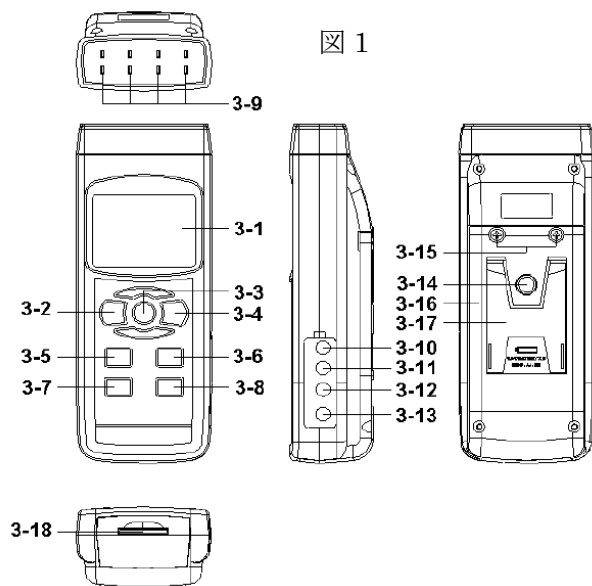

図 1
1) 電源を入れる場合は電源ボタンを押します (P3 図 1, 3-2 参照)
3) K タイプ熱電対を T1~T4 いずれかのインプットソケットに挿入してください。(P3 図 1, 3-9 参照)
全ての熱電対タイプの操作方法は K タイプ熱電対と同様ですがご希望の熱電対タイプを選択する必要があります。タイプボタンを押して熱電対タイプを選択します。ボタンを押す毎に表示画面をみながら J/T/E/R/S を選択してください。(P3 図 1, 3-5 参照)
1) 全ての熱電対タイプの操作方法は K タイプ熱電対と同様ですが PT を選択する必要があります。タイプボタンを押して PT を選択します。ボタンを押す毎に表示画面をみながら PT を選択してください。(前頁図 1, 3-5 参照)
PT1 インプットソケット(P3 図 1, 3-10 参照)
PT2 インプットソケット(P3 図 1, 3-11 参照)
T1-T2 ボタン(P3 図 1, 3-6 参照)を押します。画面表示は下記のようになります。
測定中にホールドボタン(P3 図 1, 3-3 参照)を押すとボタンを押した時の温度表示が画面に保持されます。その際画面には“HOLD”が表示されます。もう一度ホールドボタンを押すと測定モードに戻ります。
- 1) データ記録機能では最高温度、最低温度を記録します。REC ボタン (P3 図 1, 3-4 参照) を押すと記録が開始され表示画面には” REC” が表示されます。
- a) 1回 REC ボタン (P3 図 1, 3-4 参照) を押すと” REC MAX” が画面に表示され最高温度が画面に表示されます。最高温度を消したい場合はホールドボタン(P3 図 1, 3-3 参照)を1回おしてください。画面には” REC” のみが表示され記録機能が保持されます。
- b) 再度 REC ボタン (P3 図 1, 3-4 参照) を押すと” REC MIN” が画面に表示され最低温度が画面に表示されます。最低温度を消したい場合はホールドボタン(P3 図 1, 3-3 参照)を1回押してください。画面には” REC” のみが表示され記録機能が保持されます。
- c) 記録機能を抜けるには REC ボタン (P3 図 1, 3-4 参照) を 2 秒間押してください。画面には現在の温度が表示されます。
電源ボタンを押します (P3 図 1, 3-2 参照) を押し電源を入れた場合、バックライトはオンの状態です。測定モード時にバックライトボタン(P3 図 1, 3-2 参照) を押すとバックライトはオフになります。もう一度バックライトボタンを押すとバックライトはオンになります。
- a) CD カード(1~16GB)を本体に挿入してください。(P3 図 1, 3-18 参照)
REC ボタン(P3 図 1, 3-4 参照)を 1 回押すと表示画面に” REC” が現れます。その後 ロガーボタン(P3 図 1, 3-8 参照) を押すと表示画面” REC” が点滅しそれと同時にビープオンが鳴り測定データが SD カードに記録されます。
データロギング中にロガーボタン(P3 図 1, 3-8 参照)を一度押すと記録が一時停止します。表示画面” REC” が点滅します。
REC ボタン(P3 図 1, 3-4 参照)を 2 秒間押してください。表示画面” REC” が消えデータ記録がストップします。
通常の温度測定時(データ記録していない時),タイムチェックボタン(P3 図 1, 3-7 参照)を一度押すと画面表示下に時間情報が表示されます。
通常の温度測定時(データ記録していない時)、サンプリングボタン(P3 図 1, 3-8 参照)を一度押すと画面表示下にサンプリング時間の情報が表示されます。
通常の温度測定時(データ記録していない時)、3-7: SET ボタン(P3 図 1, 3-7 参照)を 2 秒間押し続けるとアドバンスセッティングモードに入ります。
Next ボタン(P3 図 1, 3-3 参照)を押すことで下記 7 種類の機能が画面下段に表示されます。
- 1) Enter ボタン(P3 図 1, 3-4 参照)を一度押して、▲ボタン(P3 図 1, 3-5 参照)か ▼ボタン(P3 図 1, 3-6 参照)を使用し時刻を調整してください。Enter ボタン(P3 図 1, 3-4 参照)で次の設定(年⇒月⇒日～)へ進みます。
- 1) ▲ボタン(P3 図 1, 3-5 参照)か ▼ボタン(P3 図 1, 3-6 参照)を使用し “yES” か” no” を選択してください。
- 2) yES” か” no” を選択した後 Enter ボタン(P3 図 1, 3-4 参照)を押して設定完了です。